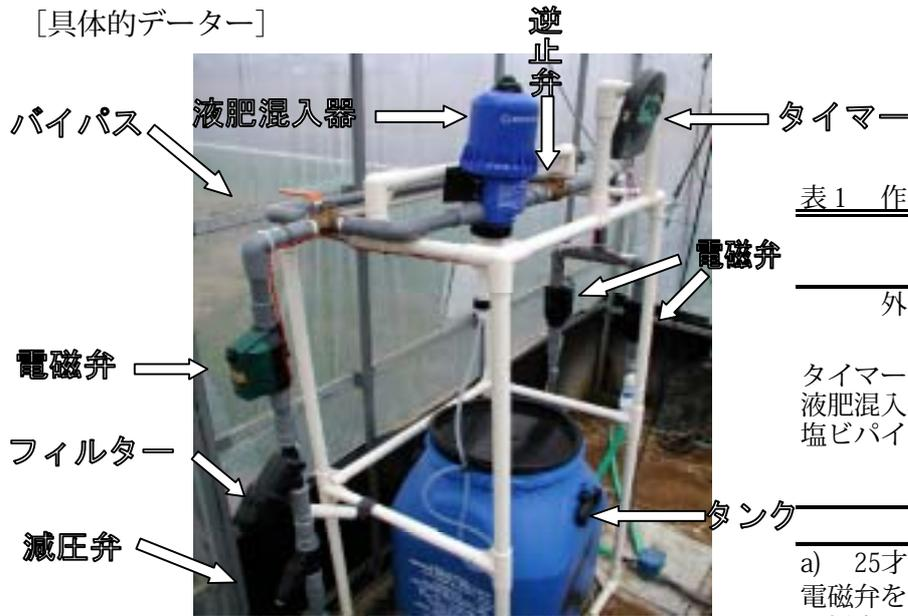

図1 灌水同時施肥装置
1. 開発目標は、①自作可能で、安価であること、②給液濃度は倍率設定可能で、操作は簡単であり、高齢者や女性にも扱いやすいこと、③電気設備のない 20 a までの施設や露地栽培でも使用できること、とした。
2. 市販のタイマー（DC 型）とそのタイマー専用電磁弁、ピストン方式液肥混入器、減圧弁、フィルター等を組合せて作成した。外枠は軽量のイレクター（材質は鉄パイプにプラスチックをコーティングしたもの）で組んだ（図 1、2）。
3. 図 1 の装置（小面積用で電磁弁 2 個）の作成時間は約 6 時間であった（表 1）。
電磁弁を2個取り付けした図1の装置の場合